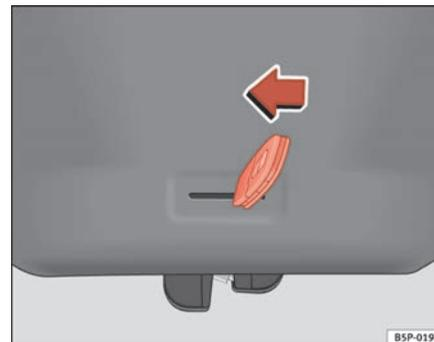

Fig. 67 Hayon arrière : ouverture d'urgence
- Introduisez le panneton de la clé dans la rainure et déverrouillez le système de fermeture en dirigeant la clé de droite à gauche comme indiqué par la flèche ⇒ fig. 67. ■